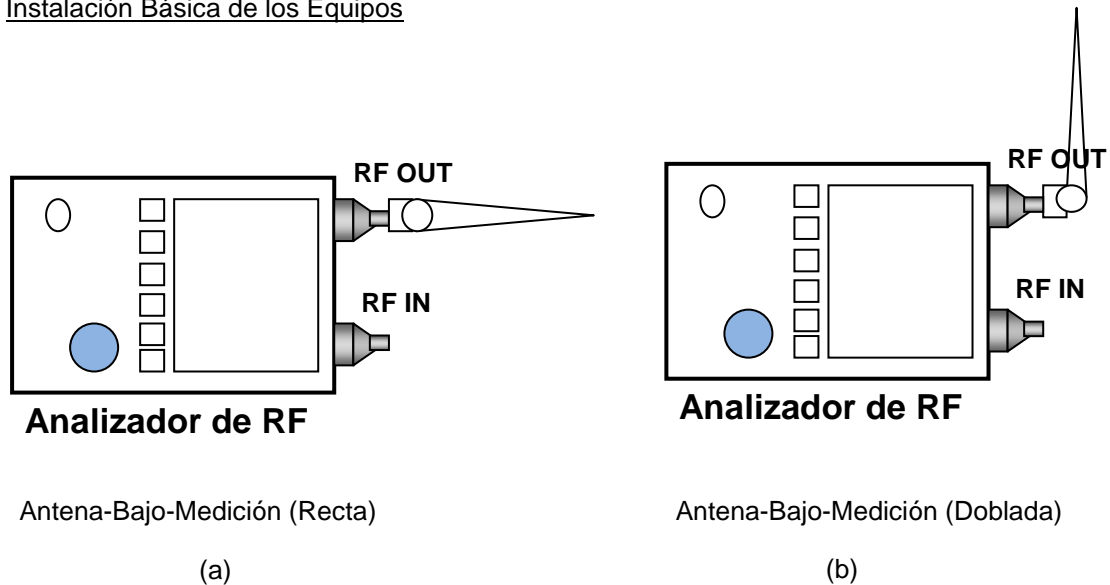

Figura 1 – Disposición General de los Equipos para Realizar la Medida de la Antena
2. Conecte la antena al N9912A como se muestra en la Figura 1(a).